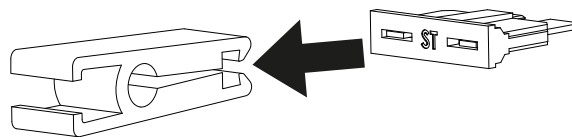

Abb. 5
- Neue, gleichwertige Sicherung in die Sicherungszange einsetzen (Abb. 5).